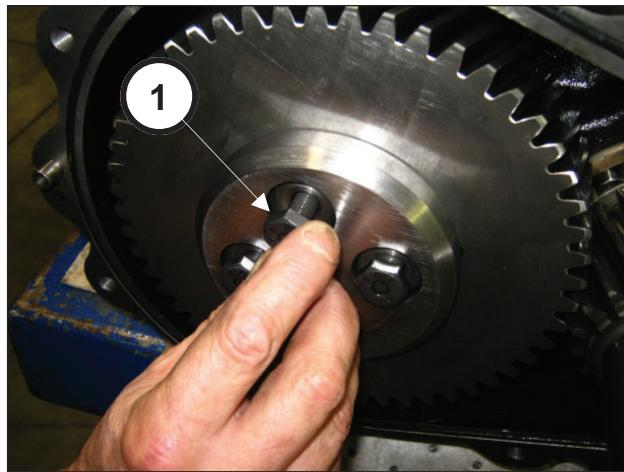
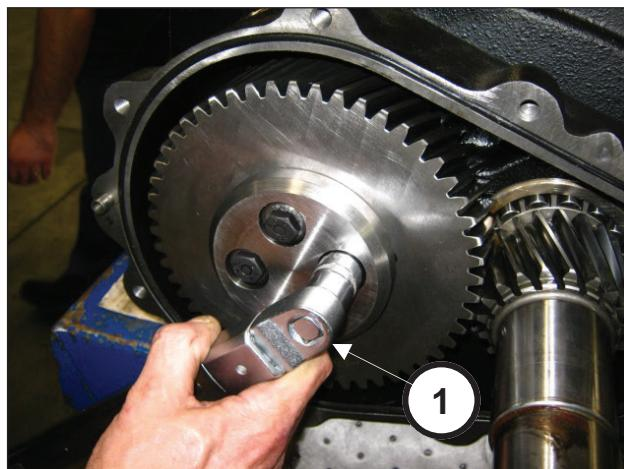

Fig. 68
Fig. 69
Prenda a fixação da coroa (pos. ①, Fig. 68) usando os 4 parafusos M10x30. Calibre os parafusos com chave dinamométrica, conforme indicado no capítulo 3(pos. ①, Fig. 69).